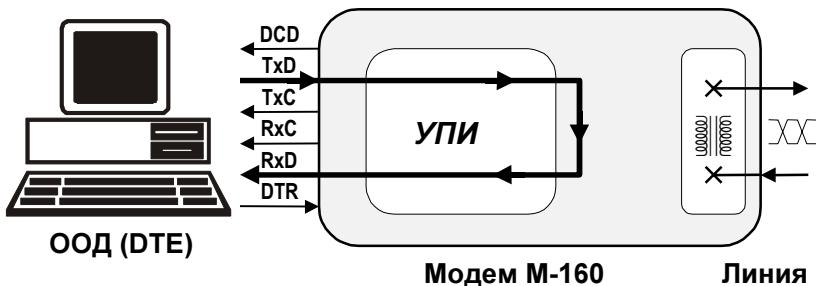

Рис. 12. Проверка в режиме *Местный шлейф (LL)*
Работа модема в режиме *Местный шлейф (LL)* показана на Рис. 12. Данные, поступающие в модем из ОД(DTE) через УПИ, проходят через основные узлы модема (см. Рис. 2) и возвращаются в ОД (DTE). На время проверки модем автоматически отключается от физической линии.